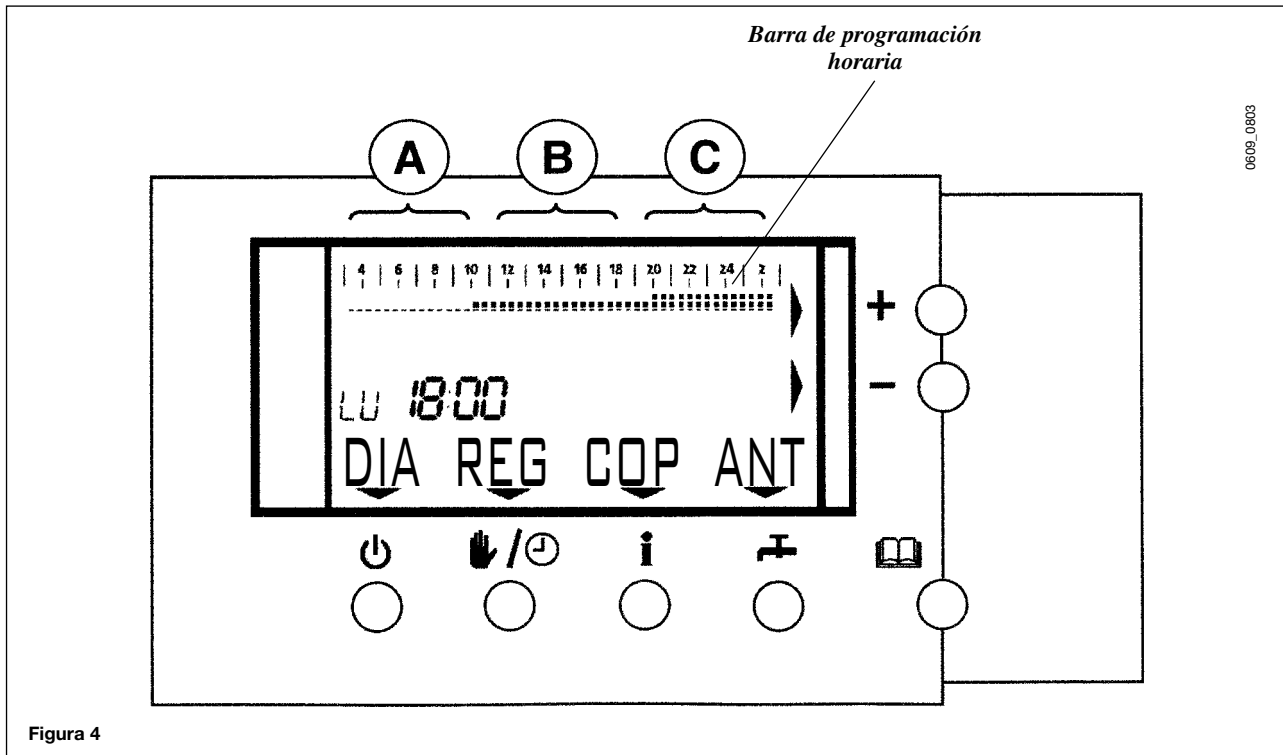

Figura 4
- ⇒ Configuración del reloj programador en calefacción y/o sanitario. Si se pulsa esta tecla, es posible acceder directamente al menú de configuración del reloj programador en calefacción (apartado 7.2.1 y figura 4) o acceder a la página CD (apartado 7.2.2).
- **Funcionamiento AUTOMÁTICO:** depende del funcionamiento del reloj programador. Esta función sólo se activa si se ha habilitado el funcionamiento de la calefacción CAL o SAN+RIS (vea apartado 4). La activación del modo AUTOMÁTICO se indica mediante la visualización de la barra de programación del reloj programador (figura 4) en el display).
La activación del modo AUTO se indica mediante la visualización de la barra de programación del reloj programador (figura 4). Las opciones disponibles son:
### EJEMPLO DE PROGRAMACIÓN DIARIA *Lunes (figura 4)*